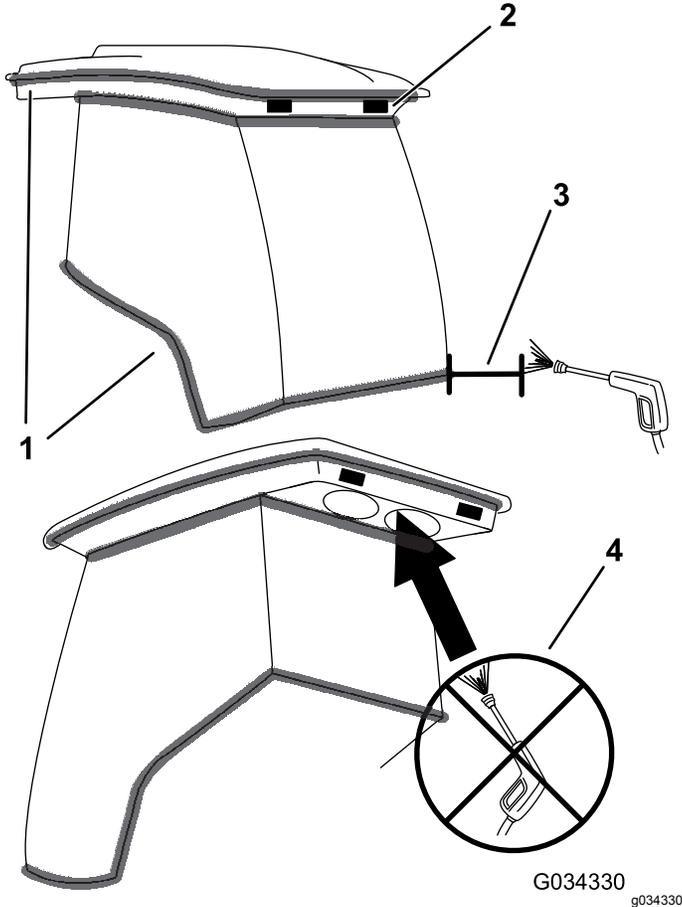

Figura 24
**Importante:** Tenga cuidado alrededor de las juntas y las luces de la cabina (Figura 24). Si está utilizando un lavador a presión, mantenga la vara al menos a 0,6 m de distancia de la máquina. No utilice un lavador a presión directamente sobre las juntas y las luces de la cabina o bajo el voladizo trasero.